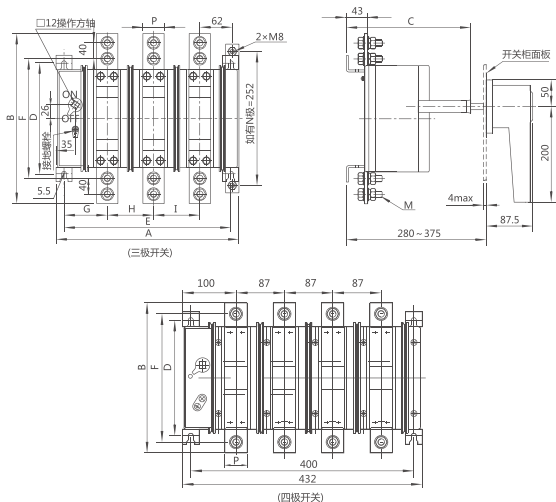

图3 HH15-1000/QA外形及尺寸
6.1.3 HH15-1000/QA外形及安装尺寸 (见图3及表3)